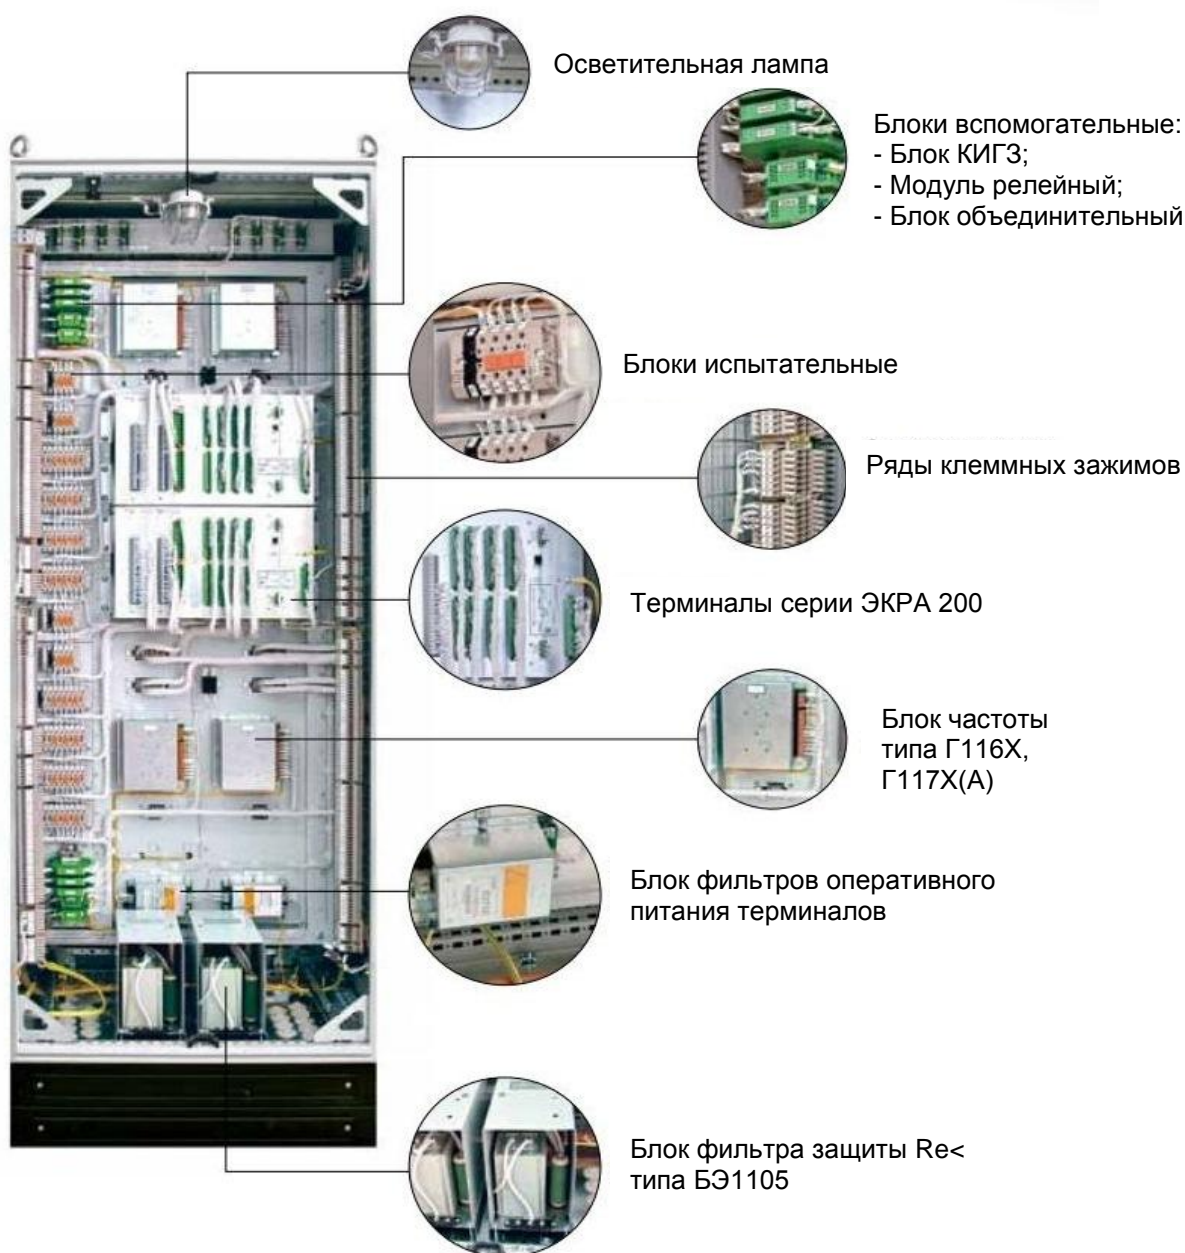

Рисунок 1 – Пример внешнего вида шкафа типа ШЭ111Х(А)
1.2 Внутри шкафа устанавливаются (см. рисунок 1, 2):